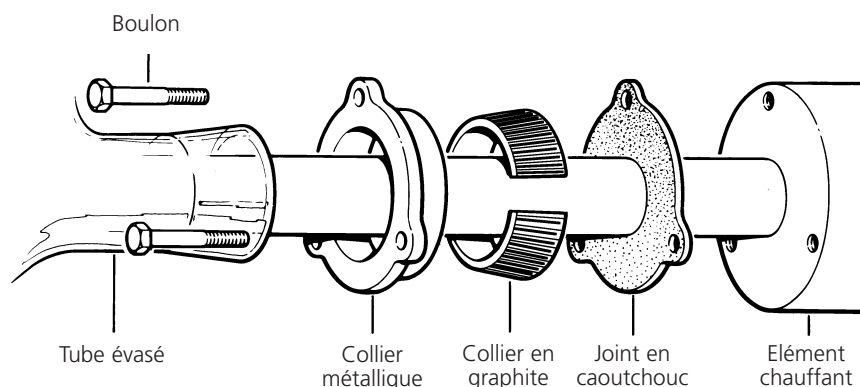

Figure 2
3. Prendre le bouilleur, l'élément chauffant et le jeu de colliers. Assembler selon la **figure 2**.